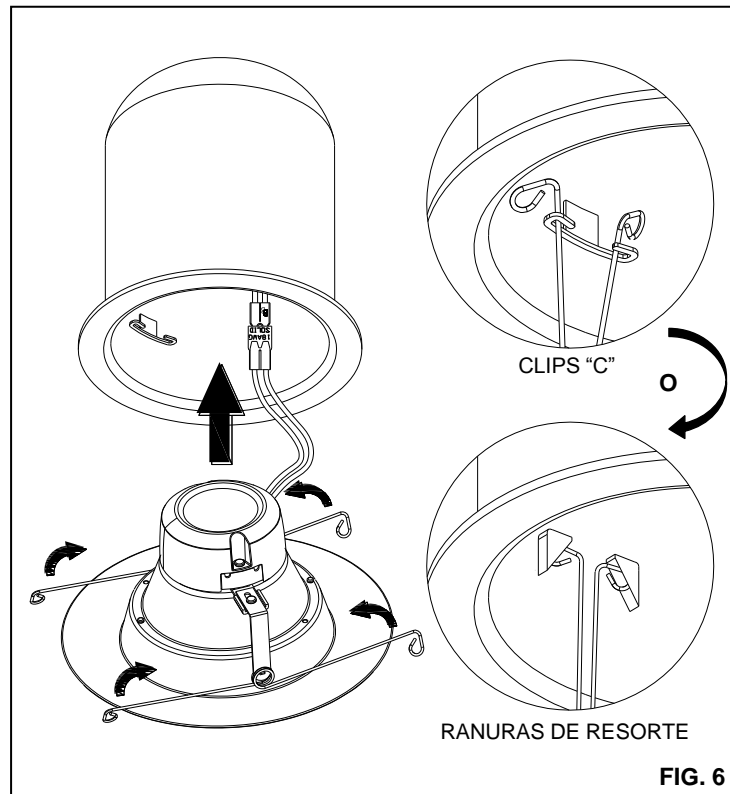

FIG. 6
4. Si usted está usando las ABRAZADERAS, apriete las ABRAZADERAS e inserte en las RANURAS (o RECEPTOR DE ABRAZADERA) de el PORTALÁMPARAS. (FIG. 6)
2. Si usted está usando las ABRAZADERAS, apriete los dos brazos del RESORTE DE TORSIÓN e inserte en las RANURAS (o RECEPTOR DE ABRAZADERA) de el PORTALÁMPARAS. (FIG. 6)